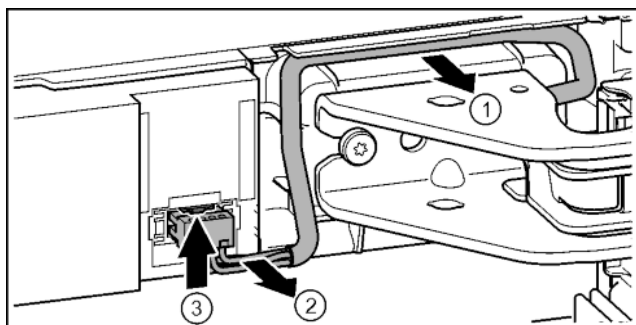

Fig. 22
- ▶ Kabel über Lagerbock vorsichtig aus der Führung lösen. Fig. 22 (1)
- ▶ Kabellitzen vorsichtig aus Kanal ziehen. Fig. 22 (2)
- ▶ Lasche nach oben drücken und Stecker vorsichtig herausziehen. Fig. 22 (3)